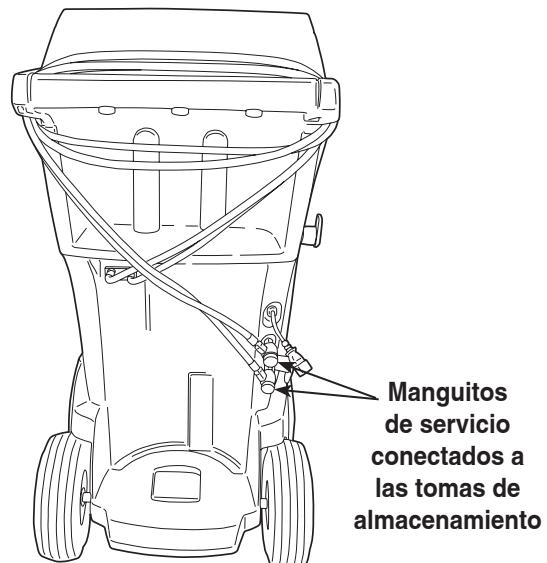

Figura 2
2. Cuando se le indique, conecte los manguitos de servicio de la máquina a sus tomas de almacenamiento, como se muestra en la figura 2.